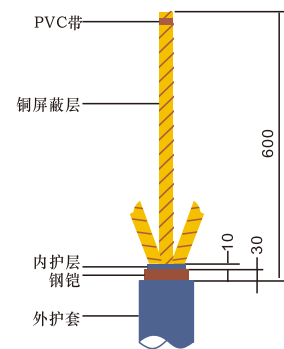

图1
1.1 (图1) 将电缆置于预定位置，按安装长度需要，剥去电缆外护套，按图示尺寸距外护套端部40mm铠装处用扎线扎紧，沿扎线除去其余铠装，并打磨除漆。
注：由于柜体尺寸的差异及安装方式的不同，图1给出的尺寸仅供参考。具体应根据现场实际情况确定！